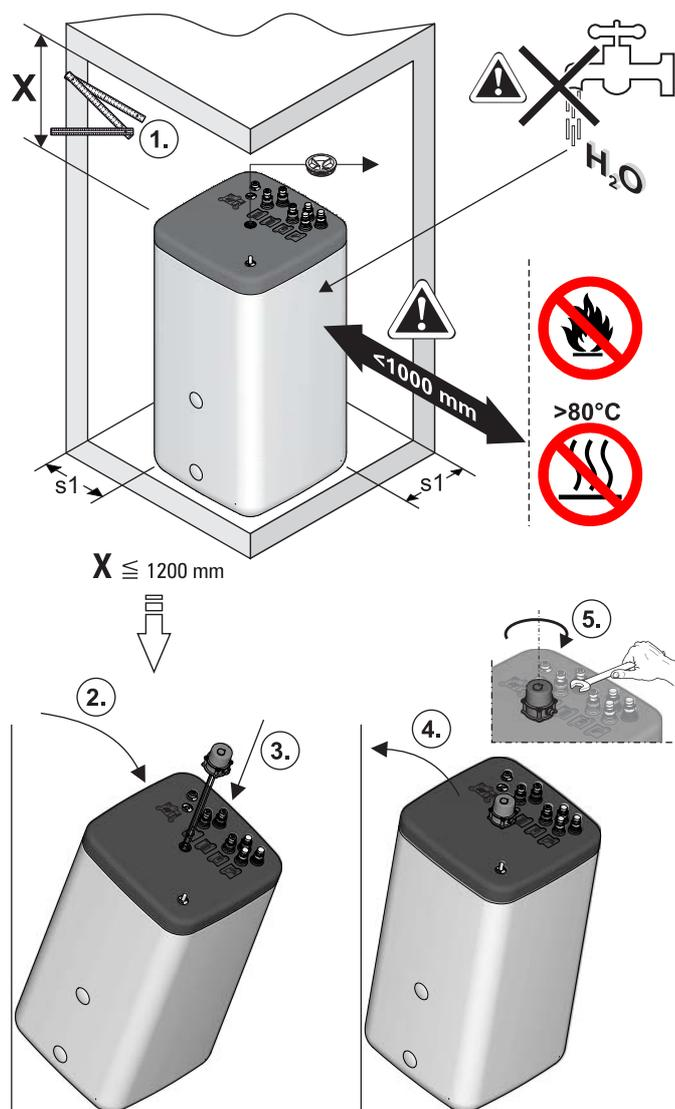

Fig. 3-3 Installation du ballon d'eau chaude (représenté à l'exemple de l'EKHWP)
- **Distances recommandées** (fig. 3-3):
- En cas de l'utilisation d'une résistance électrique (Booster-Heater) (voir chapitre 2.3.1 « Tubes de chauffage électrique »), glisser celle-ci dans l'ouverture du couvercle du ballon d'eau chaude (exemple : voir fig. 3-3).